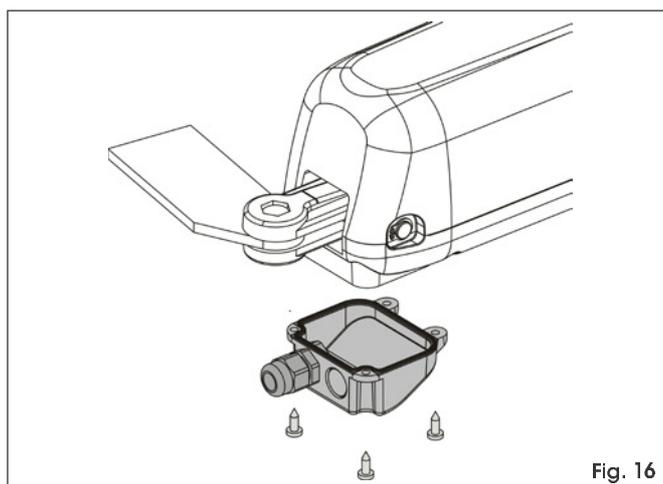

Fig. 16
4. Chiudere il coperchio con le quattro viti in dotazione, Fig.16.